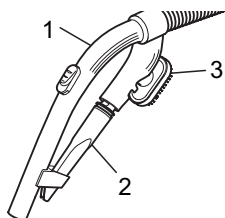

Abb. 5
■ Als **Zubehör** sind die Fugendüse und die 2 in 1 Kombidüse im Lieferumfang enthalten. Sie können an der Zubehörhalterung (Abb. 5/1) befestigt werden.
#### - Fugendüse (Abb. 5/2)
#### - 2 in 1 Kombidüse (Abb. 5/3) zu verwenden als: